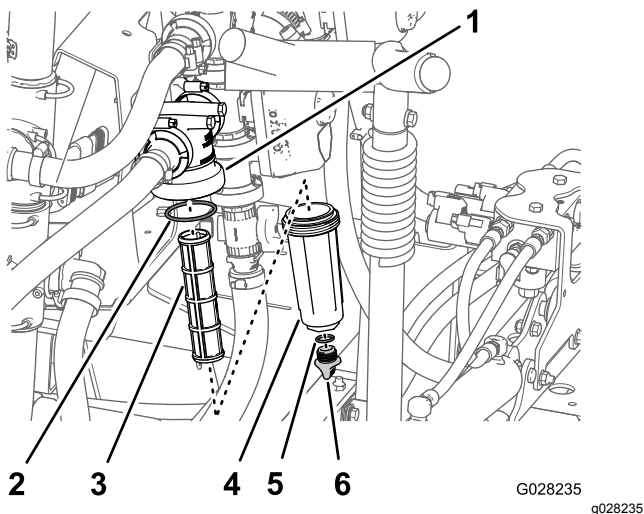

Figura 90
2. Coloque un recipiente de drenaje debajo del filtro de presión (Figura 90).
3. Gire el tapón de vaciado en sentido antihorario y retírelo de la cubeta del filtro de presión (Figura 90).
4. Enrosque la cubeta en sentido antihorario y retírela de la cabeza de su filtro (Figura 90).
5. Retire el elemento usado del filtro de presión (Figura 90).
6. Inspeccione la junta tórica del tapón de vaciado (situada dentro de la cubeta) y la junta tórica de la cubeta (situada dentro de la cabeza del filtro) en busca de daños o desgaste (Figura 90).
7. Instale el elemento nuevo del filtro de presión en la cabeza del filtro (Figura 90).
8. Instale la cubeta en la cabeza del filtro, y apriétela a mano (Figura 90).
9. Instale el tapón en la cubeta, y apriételo a mano (Figura 90).